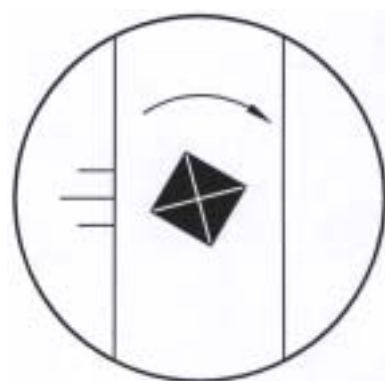

图6-16 不正确的像
5. 如果观察到的像不正确（如图 6-16），则应该松开螺钉，微微转动压头，再重复 2-4 步步骤，直至观察到正确的像。